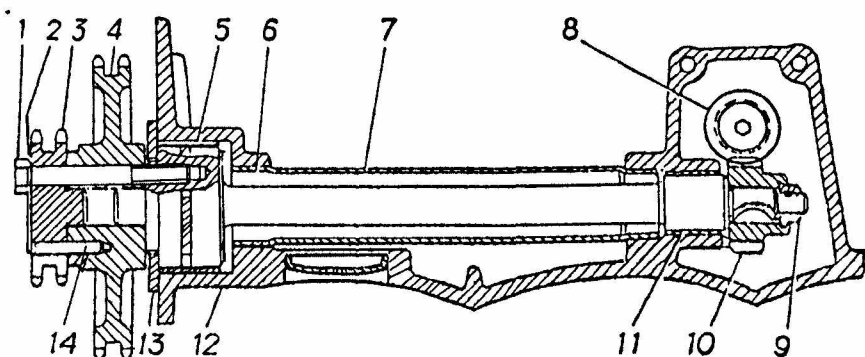

Рис. 12 Промежуточный вал:
**Промежуточный вал** (рис. 12) - стальной, двухпорный, установлен в приливах блока цилиндров, справа. Наружная поверхность вала углеродоазотирована на глубину 0,2-0,7 мм и термообработана.